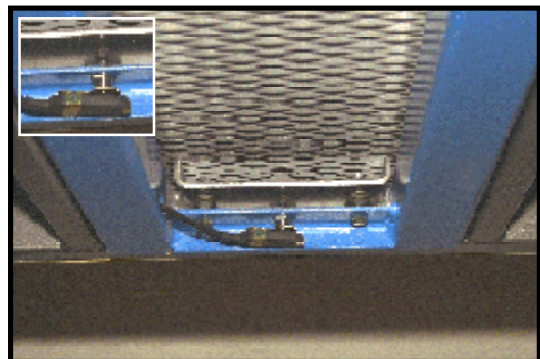
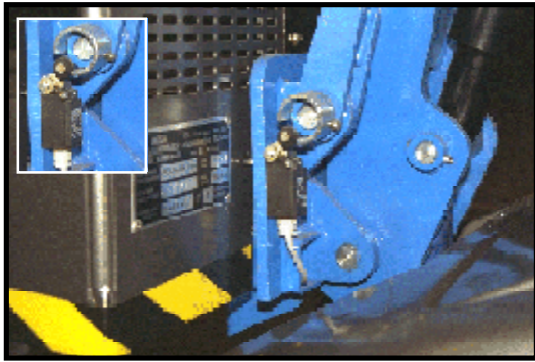

Fig. 2 - Dispositif de détection de surcharge.
Fig. 1 - Capteur fin de course du bras.
- Des capteurs de fin de course du bras (Page 14 - Fig. 1) et des éléments de mât (Page 14 - Fig. 2).